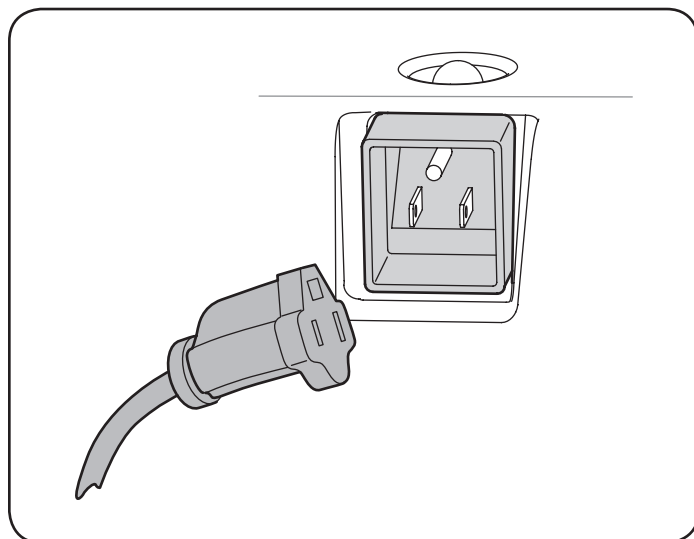

Figura 13
3. Conecte el prolongador a la salida situada en la superficie del motor. Conecte el otro extremo del prolongador a un tomacorriente de CA, 120 voltios con conexión a tierra, para tres patas, en un área bien ventilada. Vea la Figura 13.